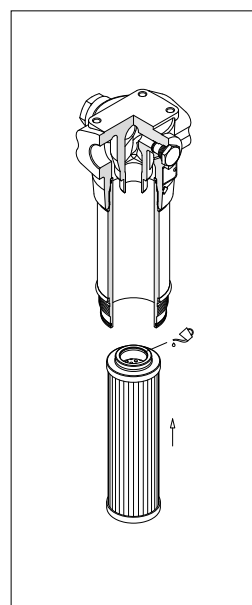

fig. 29
- (Fig. 29) Lubrificare con il fluido di lavoro l'O-ring dell'elemento filtrante, quindi calzare l'elemento filtrante sul codolo. Prestare attenzione a non danneggiare la guarnizione O-ring